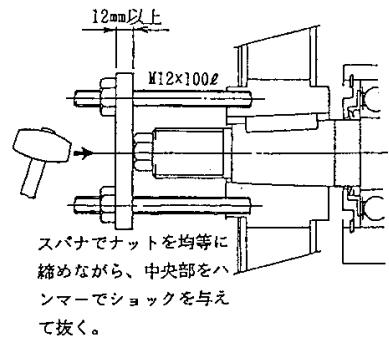

図 9-8
9.3.5 ベアリングケース(図 9-8,9,10)
右図の要領でドラムを取り外してください。(図 9-8)